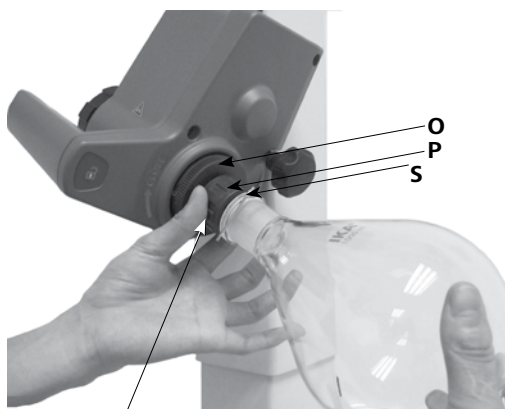

Fig. 15b
- Tournez l'écrou en plastique (P) avec le collier (S) dans le sens inverse des aiguilles d'une montre jusqu'à ce que le collier repose sur la bride. (Fig. 15b)
- Tournez maintenant l'écrou en plastique dans le sens des aiguilles d'une montre jusqu'à ce que le collier serre bien la bride. Maintenez pour cela le dispositif d'arrêt (O) du conduit de vapeur.